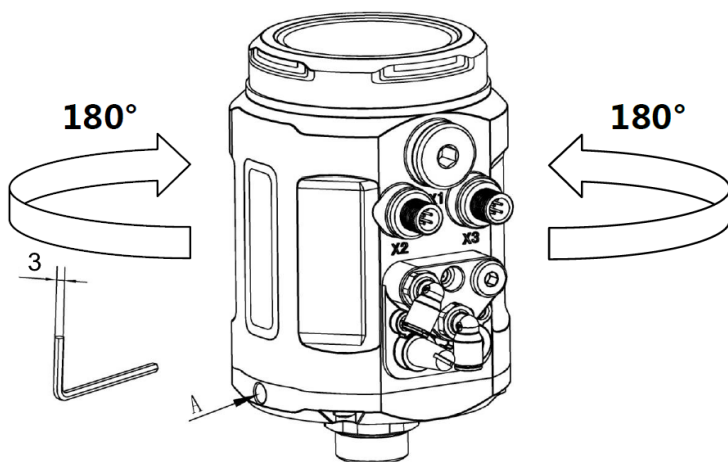

Рисунок 7 – Установка положения корпуса позиционера
6) Ослабьте фиксирующий винт А, поверните корпус позиционера в нужное положение и затяните винт А (см. рисунок 7).